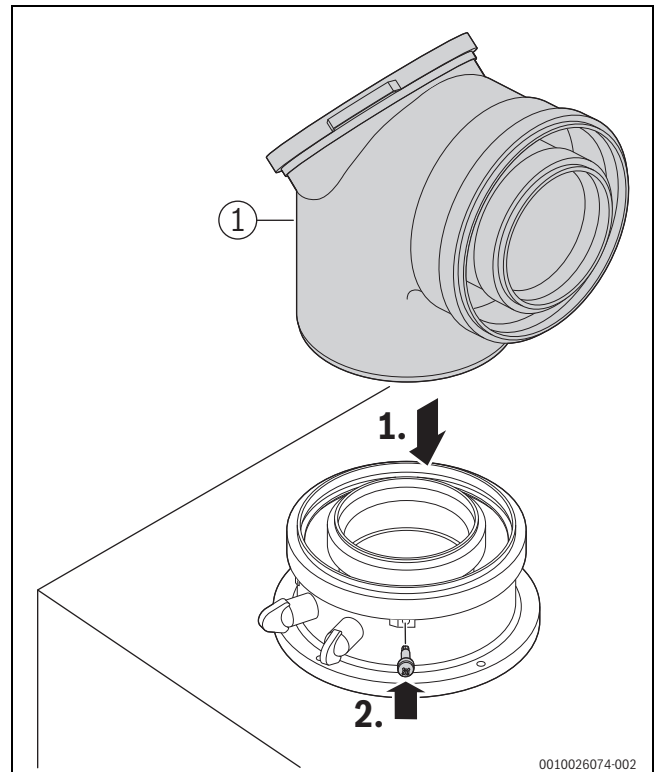

Bild 41 Abgaszubehör einsetzen und mit Schraube sichern
- Abgaszubehör anschließen (→ Bild 41, [1]). Dabei die Installationsanleitung des Abgaszubehörs beachten.